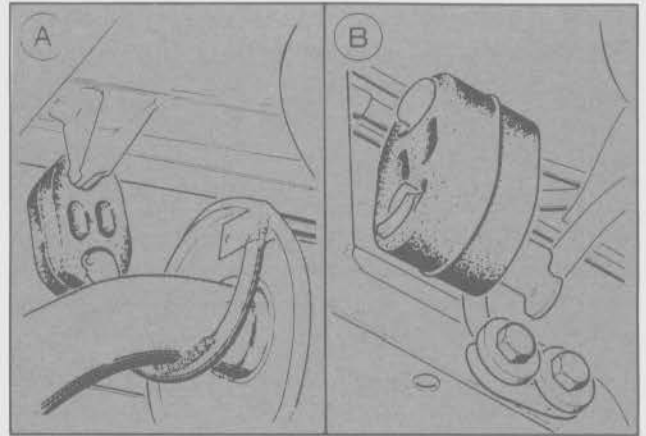

Fig. 15 - Aislador trasero del escape
- Retirar el aislador trasero del escape y sujetar convenientemente el sistema (Fig. 15).